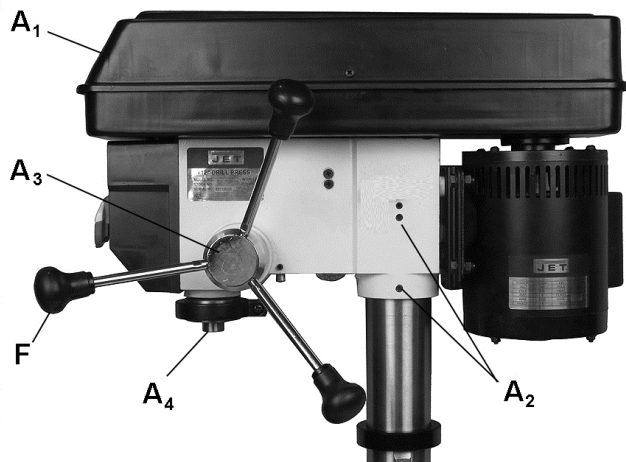

Рис. 7
1. С помощью второго человека осторожно установите бабку сверху на колонну (рис. 7).
3. Затяните два установочных винта (A₂, рис. 7) с помощью 5 мм гаечного ключа до полной фиксации головки.
Установите оставшуюся рукоятку (F, рис. 7) на устройство регулировки скорости на противоположной стороне бабки.
1. Установите стол на расстоянии примерно 180 мм от шпиндельной бабки (A₄, рис. 7) и зафиксируйте его положение.